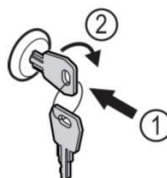

Fig. 92
- ▮ Sleutel erin duwen Fig. 92 (1).
- ▮ Sleutel 90° rechtsom draaien Fig. 92 (2).